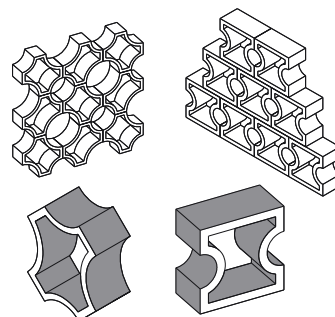

fig. 8.12
■ Le **claustra** (fig. 8.12) : cloison ajourée en bois ou en éléments préfabriqués de béton ou de terre-cuite appelés parfois **claustras**. Le claustra sert à délimiter des zones tout en laissant passer les sons et la lumière.